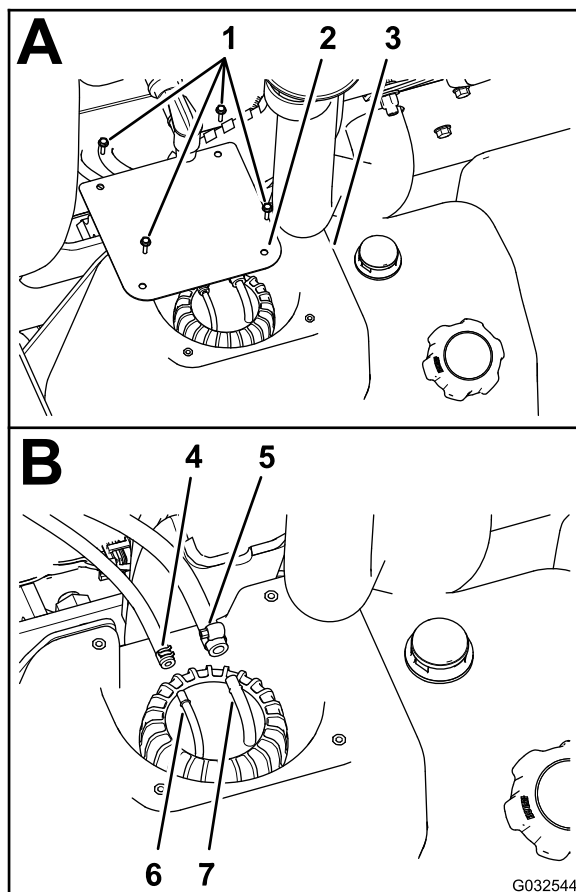

Figura 78
3. Allentate i morsetti che fissano i 2 flessibili del carburante ai 2 raccordi dei flessibili nella parte superiore del gruppo raccordo tubo (Figura 78).